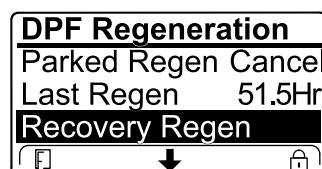

図 57
- エンジンコンピュータがリカバリ再生を要求していないのに、リカバリ再生RECOVERYを選択することはできません。リカバリ再生はロックされ、施錠アイコン図57がインフォセンターの右下に表示されます。